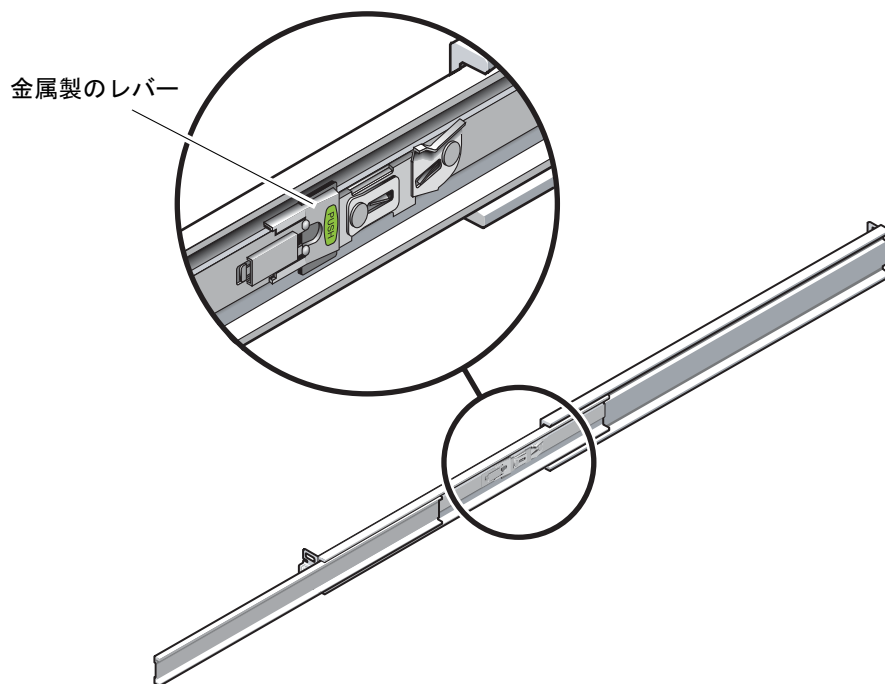

図 2-16 スライドレールの中央セクションのロックの解除
- d. スライドレールの中央セクションにある、Push というラベルが付いた金属製のレバー (図 2-16) を押してから、中央セクションをラックに向かって押し戻します。